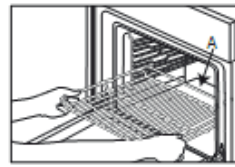

Fig. 1A
1. Inserire la griglia orizzontalmente, con la parte rialzata "A" orientata verso l'alto (Fig. 1A, Fig. 1B)